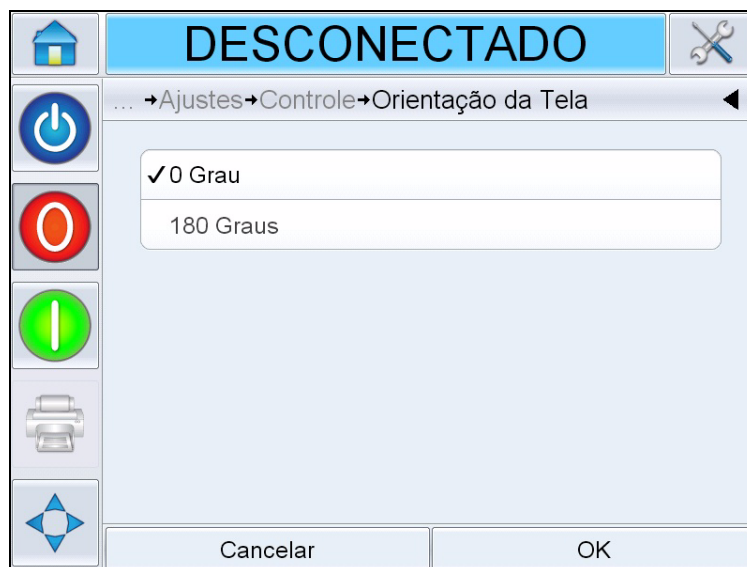

Figura 5-9: Definir orientação da tela
- 2 Toque em *Orientação da Tela* na lista. A página *Orientação da Tela* é exibida (Figura 5-9).